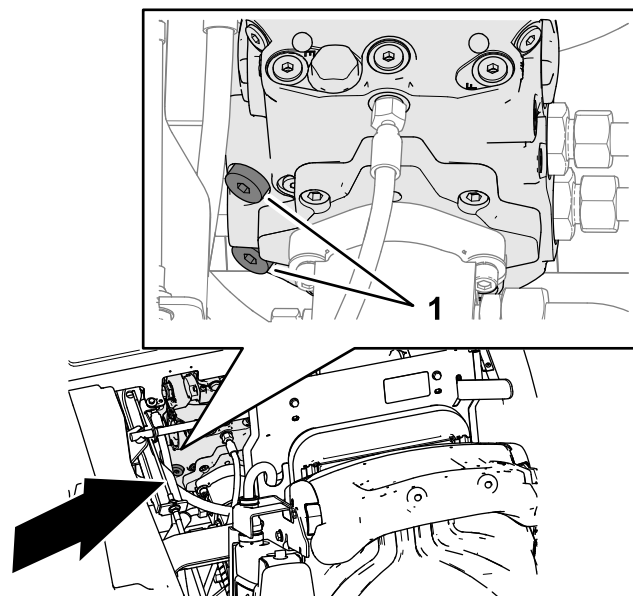

Figura 39
3. Utilizzate una chiave esagonale da 8 mm per ruotare di 3 giri in senso orario i 2 tappi a testa incassata per le valvole di sfogo della pompa della trasmissione (Figura 39).